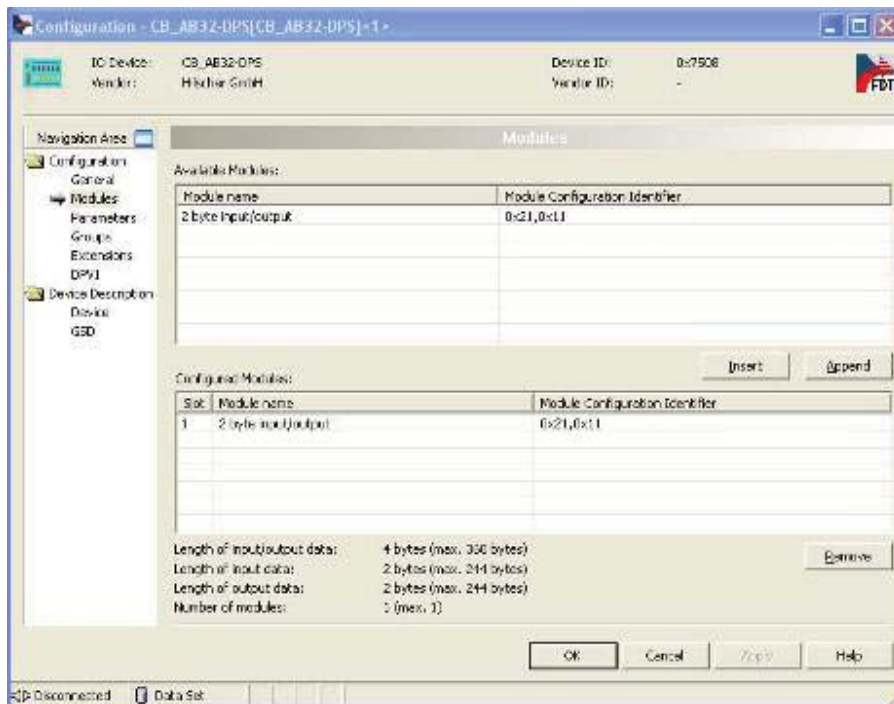

图 16
(16) 双击 CB\_AB32-DPS 图标，对 PROFIBUS 从站进行配置，此处均选择默认参数，如图 16 所示：